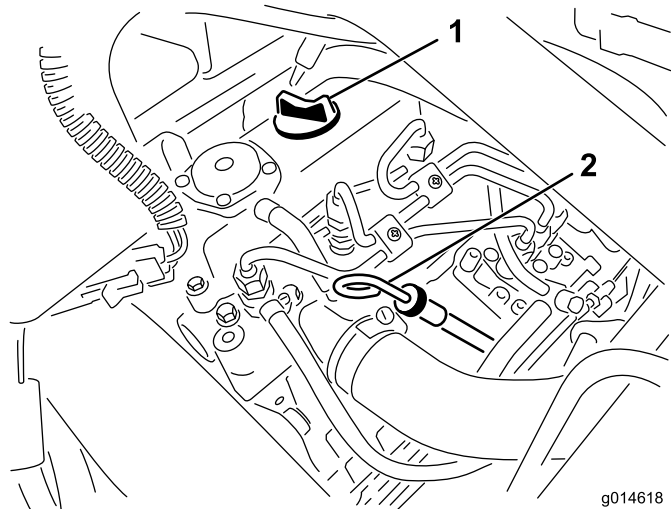

図 25
2. ディップスティックを抜き、ウェスで一度きれいに拭く (図 25)。ディップスティックを、首の根元までもう一度しっかりと差し込む。首から引き抜いて油量を点検する。油量が足りなければ、バルブカバーについている補給口のキャップを取り、ディップスティックの FULL マークまで **ゆっくりと** 補給する。補給するときは、ディップスティックで確認しながら少量ずつ入れてください。**入れすぎない** こと。